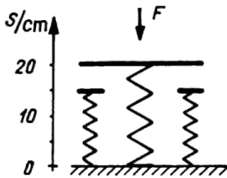

Bild 25
- 3.13** Zeichnen Sie ein $F, \Delta s$ -Diagramm zu der in Bild 25 skizzierten Federanordnung. Die Federkonstante der inneren Feder beträgt 100 N cm^{-1} , die der beiden äußeren je 50 N cm^{-1} .